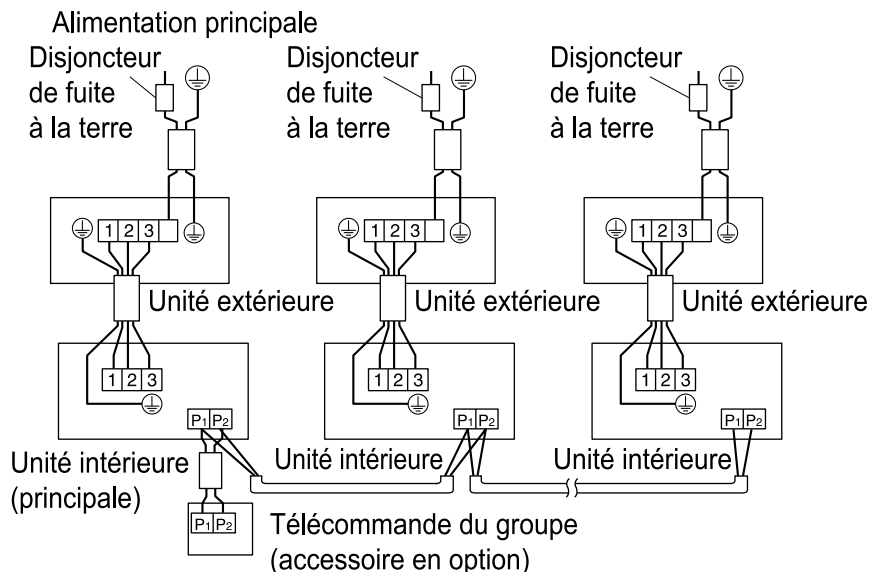

Fig. 35
- **Commande de groupe:** 1 télécommande commande jusqu'à 16 unités intérieures (Toutes les unités intérieures fonctionnent depuis la télécommande). (**reportez-vous à la fig. 35**)
(1) Retirez le couvercle du boîtier de commande (Reportez-vous au chapitre "9. MODE DE RACCORDEMENT DES CÂBLES ET EXEMPLE DE RACCORDEMENT".)
(2) Établissez un croisement entre les bornes (P1, P2) du boîtier de commande pour la télécommande (il n'y a pas de polarité) (Reportez-vous à la Fig. 35 et au Tableau 3)